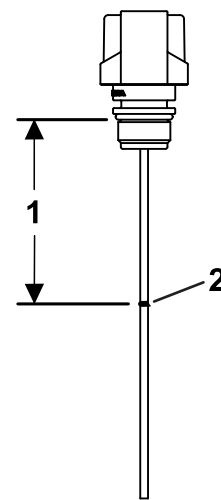

図 9
7. 図 9 のように、ディップスティックについているマーク95mmのところでディップスティックを切断し、リークディテクタタンクの口にディップスティックを取り付ける。